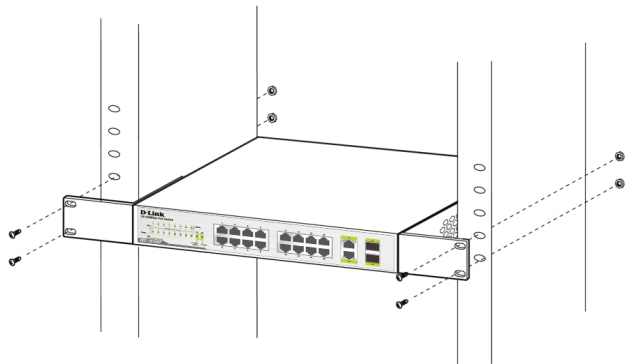

図4. ラックへのマウント
2. 図4に示すように、デバイスをラックにマウントするには機器ラック備え付けのネジを使います。